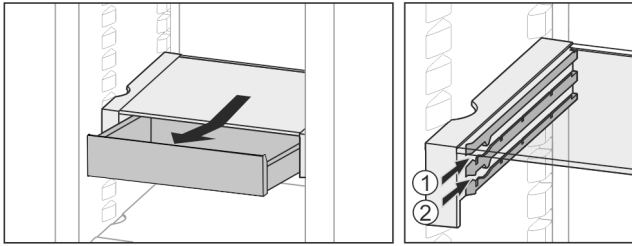

Fig. 27
- ▶ L'insérer à n'importe quelle hauteur Fig. 27 (1) ou Fig. 27 (2).